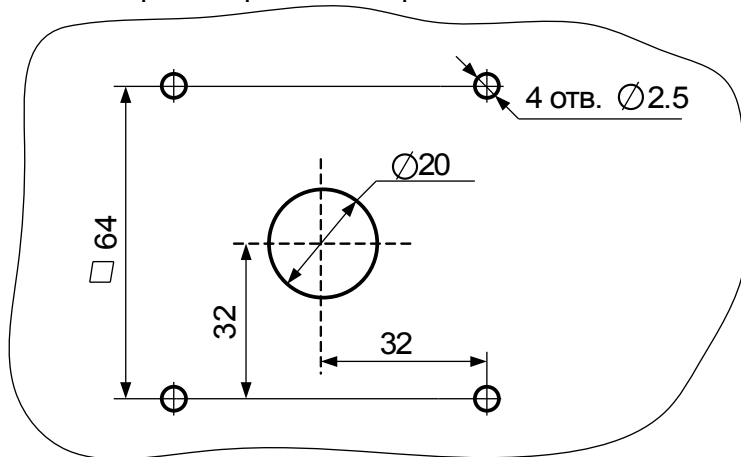

Рис.3 Чертеж разметки на баке для сверления отверстий для установки датчика ДУ-02М.
6.3.1 Датчик монтируется на баке, в котором предварительно сверлятся 5 отверстий: одно отверстие $\varnothing 20$ мм для прохода чувствительного элемента датчика (рабочей части датчика) в бак и 4 отверстия $\varnothing 2.5$ мм для крепления датчика на баке. Чертеж разметки на баке для сверления отверстий приведен на рис.3.